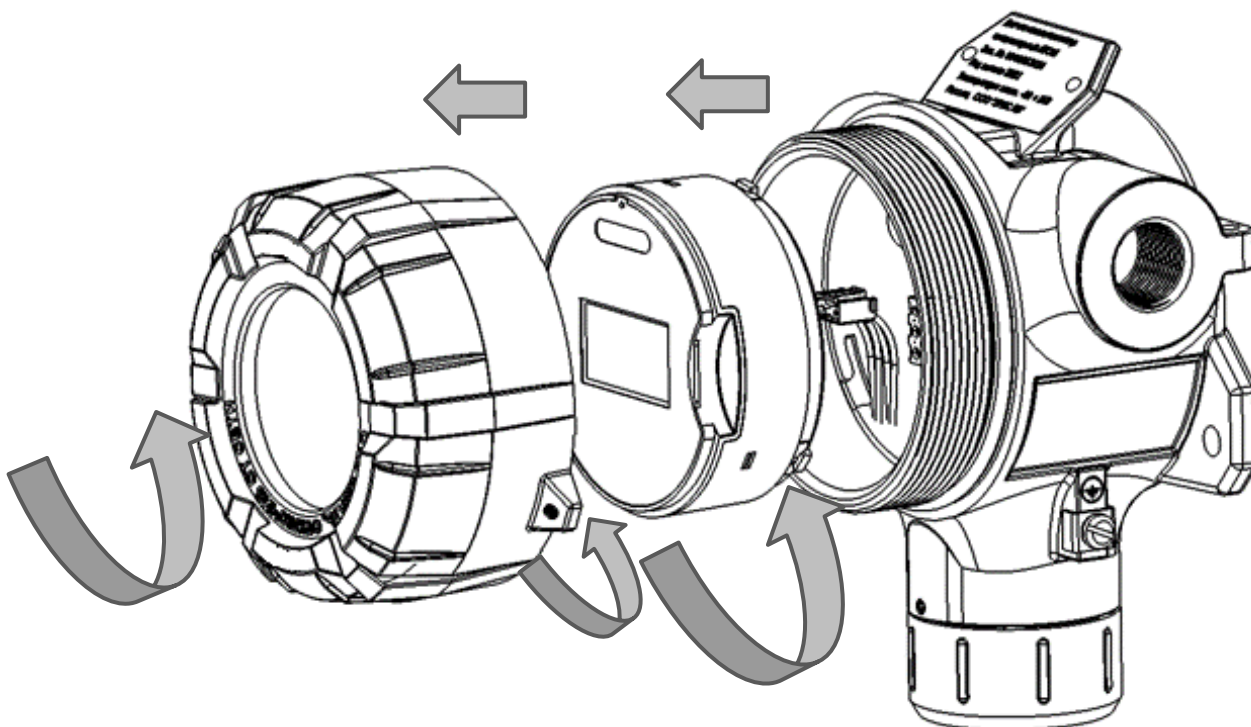

Рисунок 11– Схема разбора АТОМ
- 1) Открутить стопорный винт в крышке газоанализатора (рис.11).